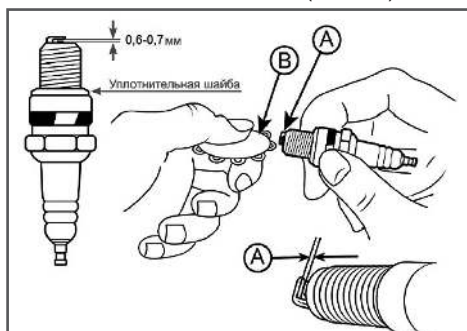

Рис. 25 Проверка зазора между электродами
5. Измерьте зазор между электродами свечи зажигания специальным щупом. Зазор должен быть 0,6-0,7 мм (Рис. 25). При увеличении или уменьшении